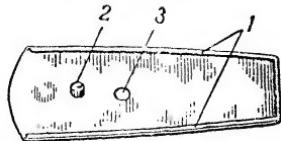

Рис.44.Крышка магазина:
**45. Крышка магазина** (рис. 44) служит нижней стенкой коробки магазина. Она имеет: боковые загибы для соединения с коробкой; цилиндрический выступ для соединения с защелкой; отверстие для выколотки, при помощи которой разъединяется защелка с крышкой при разборке магазина.